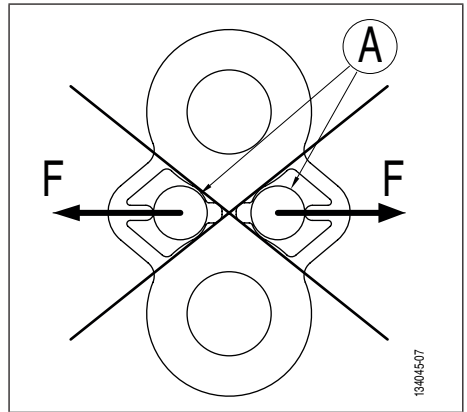

Fig. 5
⚠ DANGER: Il est strictement interdit d'accrocher les axes de manille aux bras de retenue (Fig. 5, page 12).
2. Vérifier que la plaquette de test à rupture TA est correctement amarrée (Fig. 2, page 11 et Fig. 5, page 12).